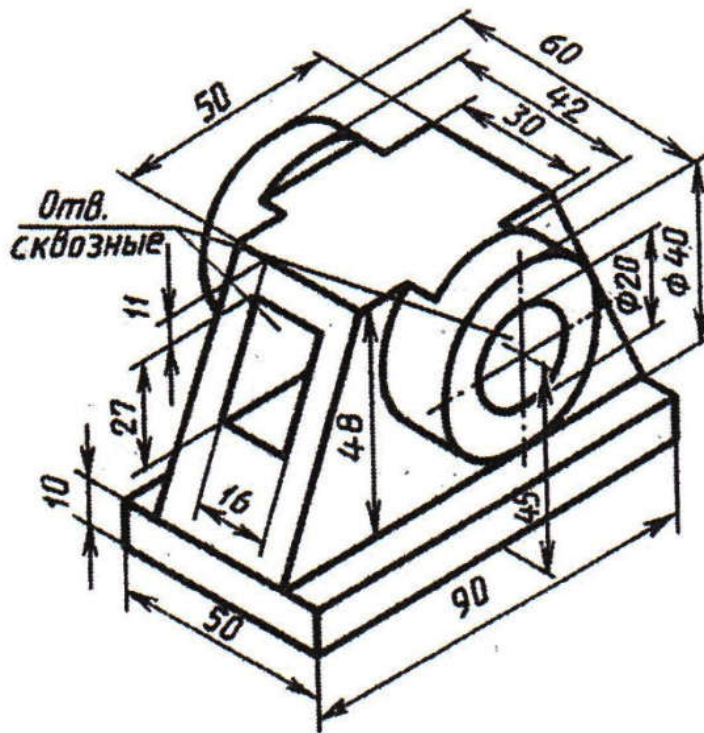

Рис.3
2. Выполнить упражнение 2 (рис. 3, 4).